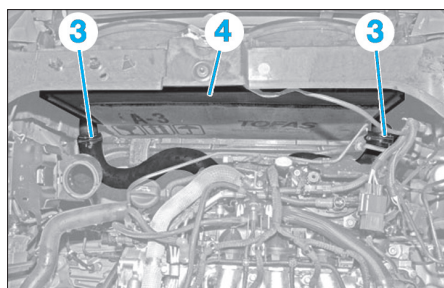

Fig. 47
- Désaccoupler les durits d'air (3) de l'échangeur air/air (4) (Fig.47).